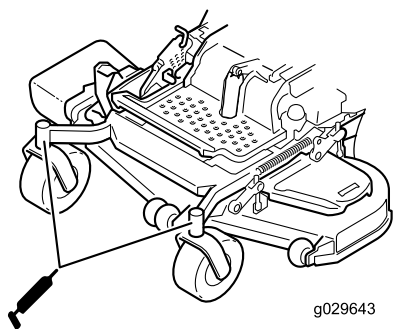

Figure 48
10. Remettez le bouchon hexagonal et le capuchon antipoussière en place (Figure 48).